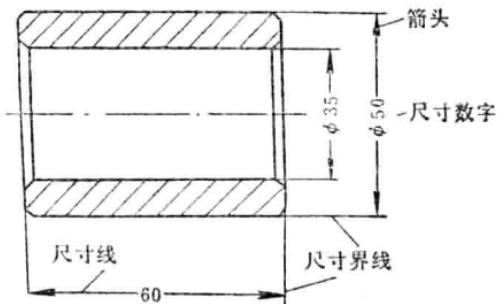
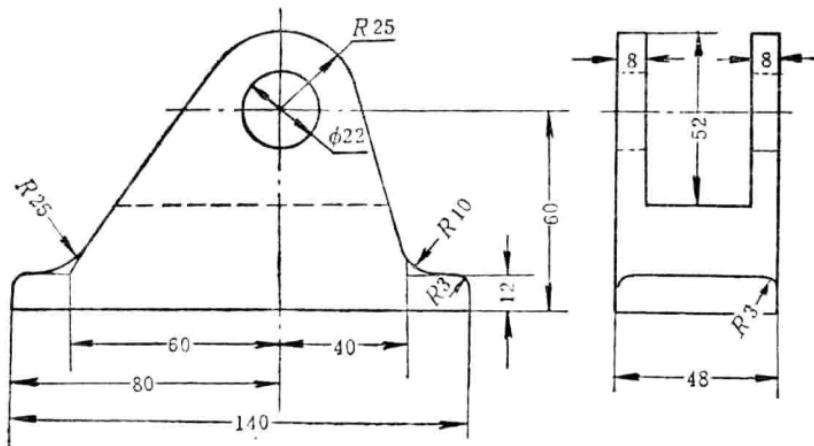
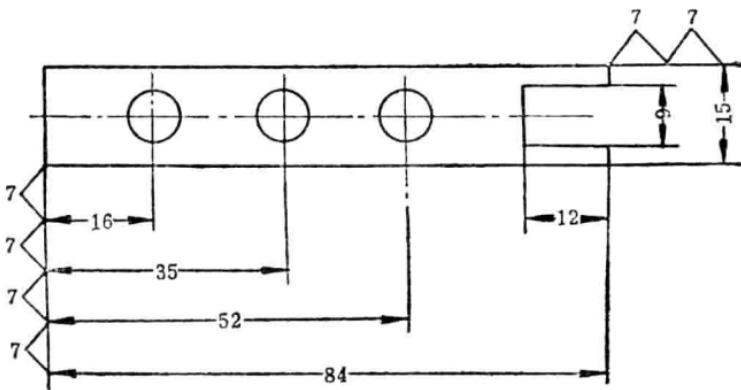

图 3 尺寸的组成
图 6 中心线和轮廓线作尺寸界线用的示例
图 7 几条尺寸线相平行的画法
一个完整尺寸，应由尺寸界线、尺寸线、箭头和尺寸数字四部分组成，是为尺寸要素，如图 3 所示。以后提到尺寸时，就应该联想到这四个组成部分。
在斜面和平面的光滑过渡处标注尺寸时，尺寸界线必须自轮廓线延长部分的交点引出。有时零件的中心线和轮廓线也可用作尺寸界线，如图 6 所示。
2. 尺寸线 尺寸线是画在尺寸界线中间、中心线中间或轮廓线中间的细实线(参见图 3 和图 6),用来表示尺寸的方向。线的粗细与尺寸界线一样,同为轮廓线的 $1/3$ 或更细。尺寸线到轮廓线间的距离不可小于 5 毫米(建议取 $7\sim10$ 毫米),并且应同所表示的线段相互平行。如果几条尺寸线相平行时,尺寸线间的距离最好画得相等,如图 7 所示。尺寸线中间可断开,以便填写尺寸数字。但也可不断开,这时,尺寸数字应填写在尺寸线的外侧。